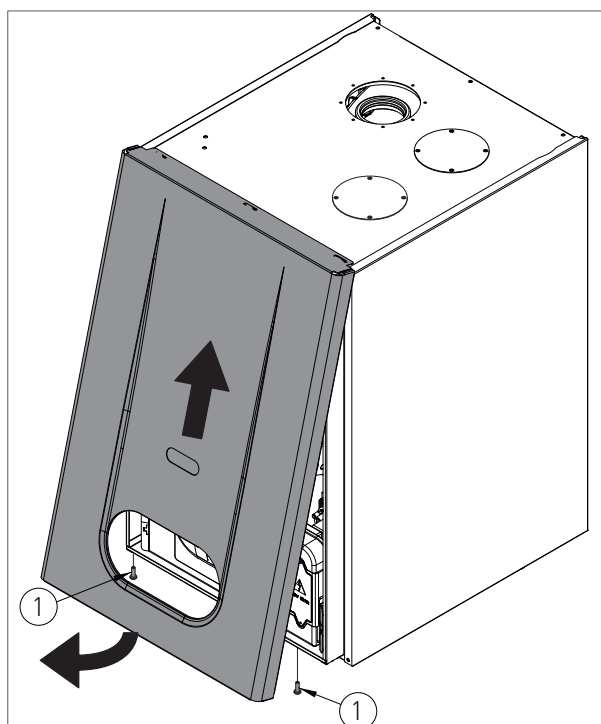

fig. 1
- › sujetar la parte inferior del panel y retirarlo desplazándolo hacia adelante (A - fig. 1) y tirando hacia arriba (B - fig. 1).
- › retirar los tornillos de fijación situados en el extremo frontal (2 - fig. 1) y en le extremo inferior (3 - fig. 1) del panel lateral;